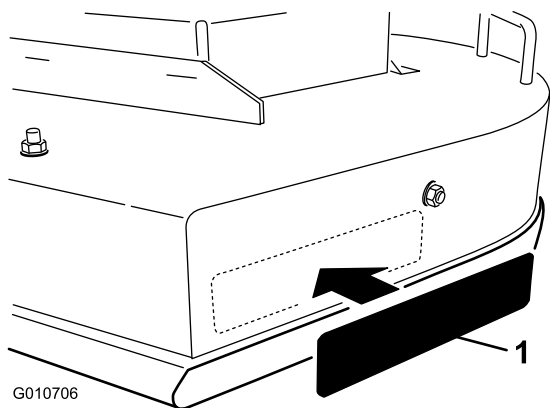

Figure 5
- Retirez la pellicule de protection et apposez l'autocollant sur le côté éjection de la tondeuse (Figure 5). Lissez l'autocollant du centre vers les bords pour éliminer les bulles d'air.